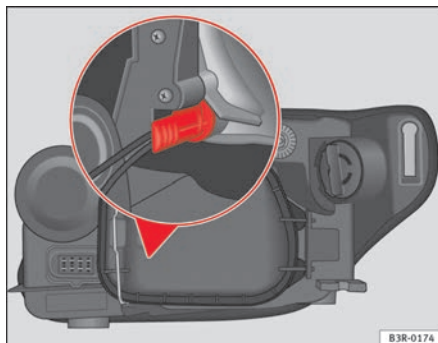

Fig. 209 Luz de presença. Pega do porta-lâmpadas na posição vertical
- Introduza a lâmpada no casquilho, de forma que a pega do porta-lâmpadas fique com a face na posição vertical ⇒ fig. 209 e pressione sobre ele.